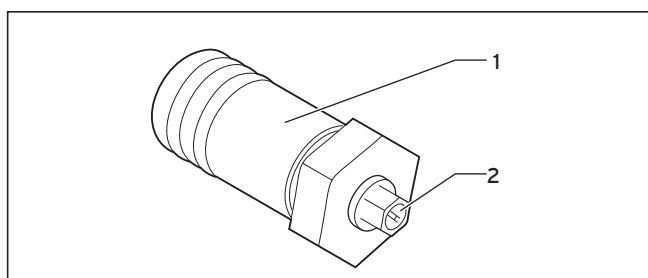

Fig. 6.1 Bouchon avec ouverture de purge sur les capteurs plans
- Uniquement en cas de capteurs plans : Purge via l'ouverture de purge (→ Fig. 6.1, 2)
Sur les capteurs plans, un bouchon avec ouverture de purge (→ Fig. 6.1) est monté à l'endroit le plus élevé.